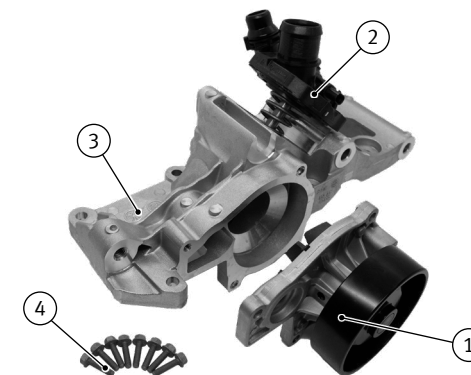

Abb. 1/ Fig. 1/ Puc. 1/ 图 1
- 供货范围 7.10942.20.0 (图 1) 包含:水泵 (1)、恒温器 (2)、壳体 (3)、8 × 螺栓 M6 × 1.0 (4)。